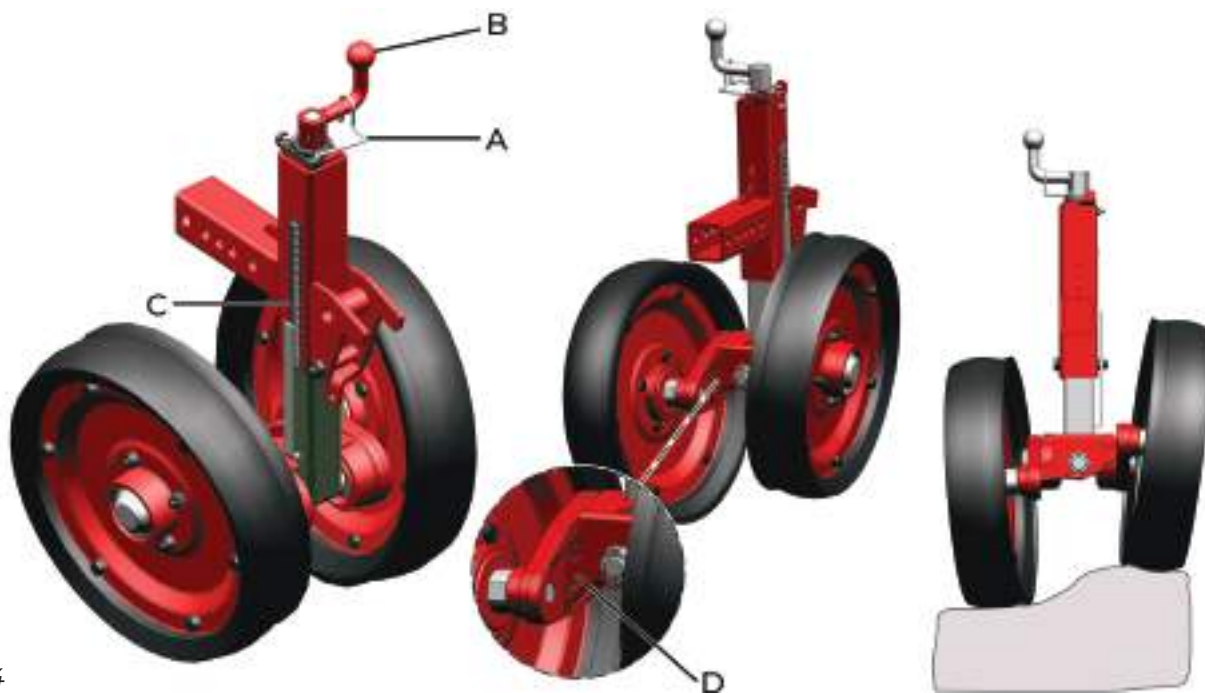

fig. 124
- 2- Solte a mola trava (A) (fig. 124) e gire o manípulo (B) até a altura desejada na escala indicadora (C). Observe para que em todas as linhas de plantio o indicador da escala esteja na mesma posição;
- 3- Trave novamente o manípulo com a mola trava (A). Para sua orientação, os limites de profundidade em relação aos discos duplos são de 0,5 cm (mínimo) á 14 cm (máximo).